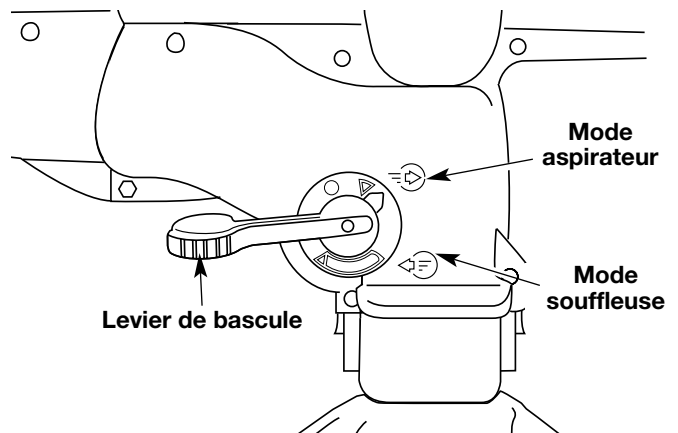

Fig. 17
2. Rabaissez le levier de bascule des modes souffleuse/aspirateur (mode aspirateur) (Fig. 17).